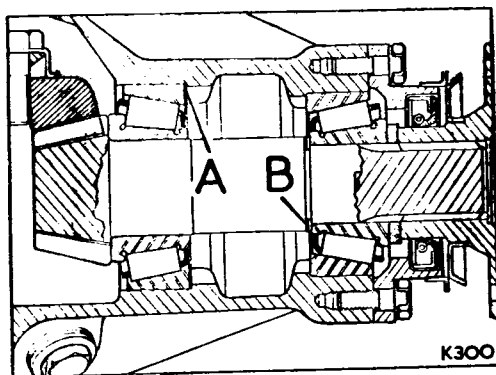

Fig. E1-52,- Suplementos de ajuste del piñón de ataque.
4.03.- Llevar a cabo los ajustes necesarios para obtener la precarga correcta, cambiando el espesor de los suplementos (Fig. E1-52). Si se montan suplementos más gruesos, se reducirá la precarga y si se montan de menos espesor se aumentará la precarga. Se dispone de suplementos en una gama amplia de espesores.